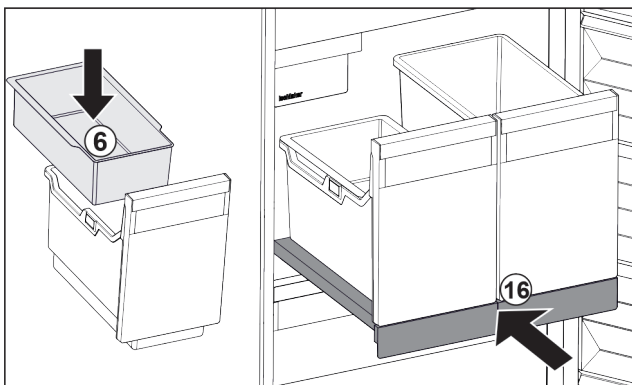

Fig. 91
- ▶ Colocar la bandeja suspendida Fig. 91 (6) para cubitos de hielo.
- ▶ Introducir el estante extraíble con recipiente (IceTower). Fig. 91 (16)